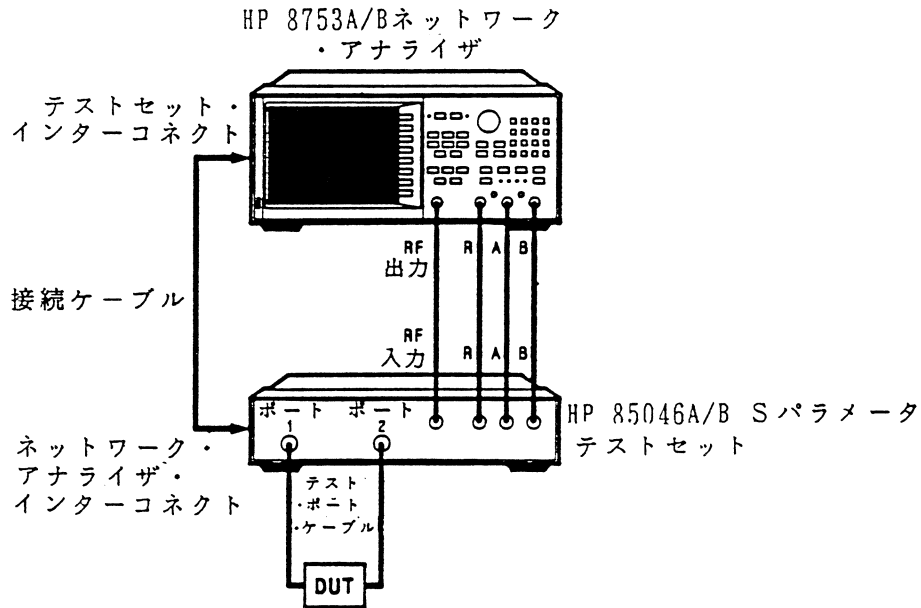

図 3-3. 測定のための代表的接続
1. 図3-3 に示すように機器を接続して、ネットワーク・アナライザに電源を投入します。ただし、DUT に接続しません。